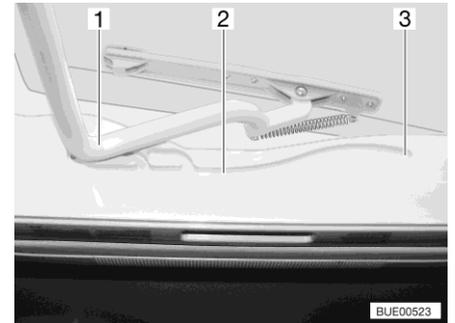

Fig. 28 Guía (claraboya Heki)
- Tirar el estribo (Fig. 28,1) en las guías (Fig. 28,2) hasta la posición trasera final (Fig. 28,3).
- Empujar el estribo (Fig. 28,1) ligeramente hacia arriba con ambas manos.
- Tirar el estribo en las guías (Fig. 28,2) hasta la posición deseada.